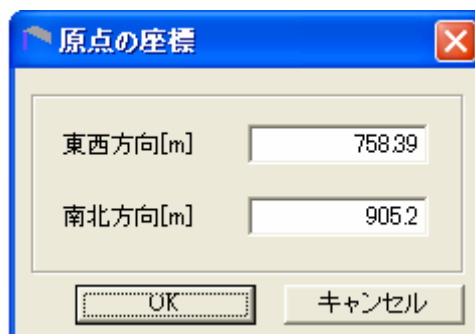

図 6.5-14 原点の座標
- 3) 再度、  (青色) を押して、原点の座標画面が表示されます。表示されている数値は画面左下を原点とする座標からの距離です(図 6.5-14)。